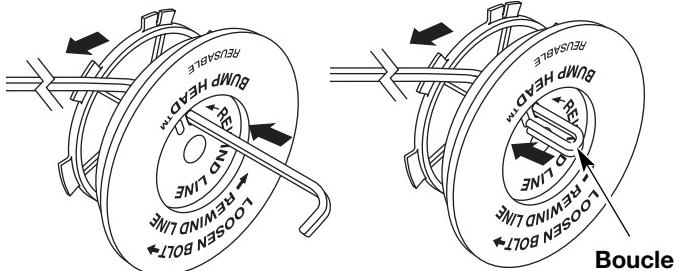

Fig. 29
8. Découpez environ 2,5 m (8 pi) de fil neuf. Insérez une extrémité de fil dans l'un des deux trous du moulinet intérieur (Fig. 29). Tirez le fil jusqu'à ne laisser que 10 cm (4 po) environ.
9. Insérez l'autre extrémité du fil dans le trou ouvert du moulinet et tirez sur le fil pour que la boucle soit le plus petit possible (Fig. 29).